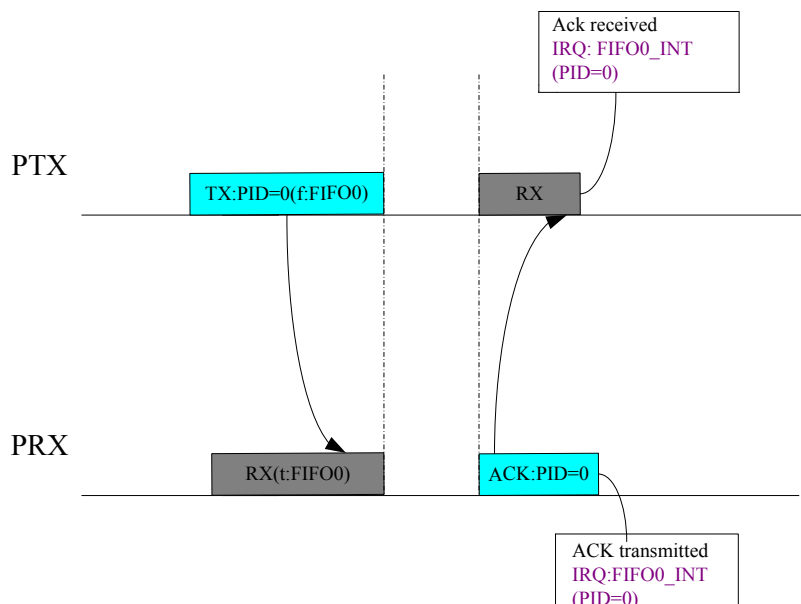

图 10-7 ACK 使能正常通讯中断示意图
- ◆ 当 PTX 与 PRX 同时使能当前通信 PIPE 的 ACK 功能后（Pn_EN = ‘1’并且 Pn_ACKEN = ‘1’）。PRX 在正确接收一帧数据后由 RX 模式自动切换为 TX 模式发送 ACK 帧，并在完成 ACK 帧发送后置起 FIFO0_INT（0x11）中断标志位（详见图 10-7）。PTX 在一帧数据发送完成后由 TX 模式自动切换为 RX 模式等待接收 ACK 帧，并在成功接收到 ACK 帧后置起 FIFO0_INT 中断标志位（详见图 10-7）。
ACK 使能情况下($Pn_ACKEN=1$), PTX 在成功接收 ACK 后, 中断标志位 FIFO0_INT 将置'1'。若 PRX 成功接收数据包(PHR 与 PSDU 正确), 在回复 ACK 后中断标志位 FIFO0_INT 将置'1', 如图 10-7 所示。